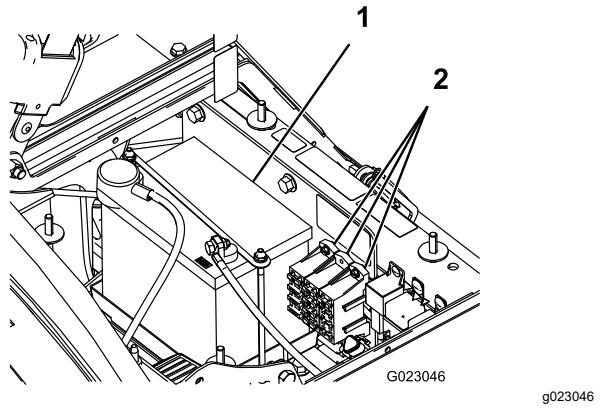

Figura 48
Existem 2 blocos de fusíveis e 1 ranhura vazia no sistema elétrico. Encontram-se debaixo do banco (Figura 48).
- A bateria encontra-se no lado direito da máquina por detrás da bomba (Figura 48).
- Retire as fixações e os fechos da bateria (Figura 48).
2. Coloque a fixação da bateria, assim como os fechos que retirou anteriormente (Figura 48).
4. Coloque a cobertura da bateria e aperte-a com os 2 manípulos (Figura 48).
1. Desaperte os manípulos na parte lateral da caixa da bateria e retire a cobertura da bateria (Figura 48).